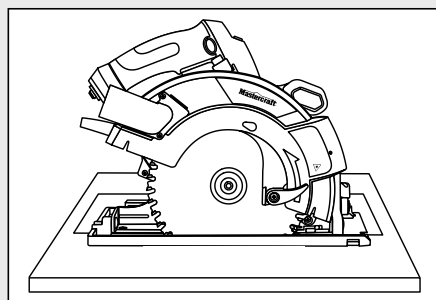

Fig. 17
6. Mettez la scie en marche et abaissez lentement la lame sur la pièce à travailler tout en tenant le levier du protège-lame vers l'avant afin de permettre à la scie de couper dans la pièce à travailler (Fig. 17). Laissez la lame s'enfoncer dans le bois.